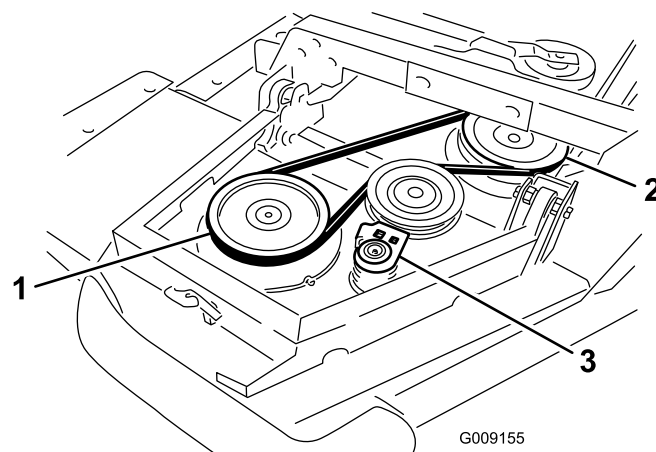

Figure 5
- Commencez par chausser la courroie autour de la poulie d'axe de l'ailette et de la poulie d'axe du plateau avant (Figure 5).
- À l'aide d'une clé à cliquet ou d'un outil similaire, éloignez la poulie de tension des autres poulies (Figure 5).